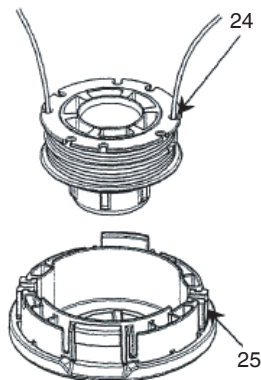

Fig. 29
- (5) Introduzca ambos extremos sueltos de la línea a través de la guía de cuerda (25) cuando coloque el rollo en la caja. (Fig. 29)